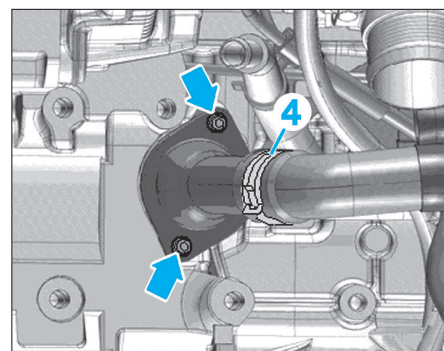

FIG. 51
- Dégager la durite de refroidissement (3).
- Débrancher le connecteur (1).
- le collier de serrage (4) puis dégager la durite du boîtier thermostatique (Fig.51),